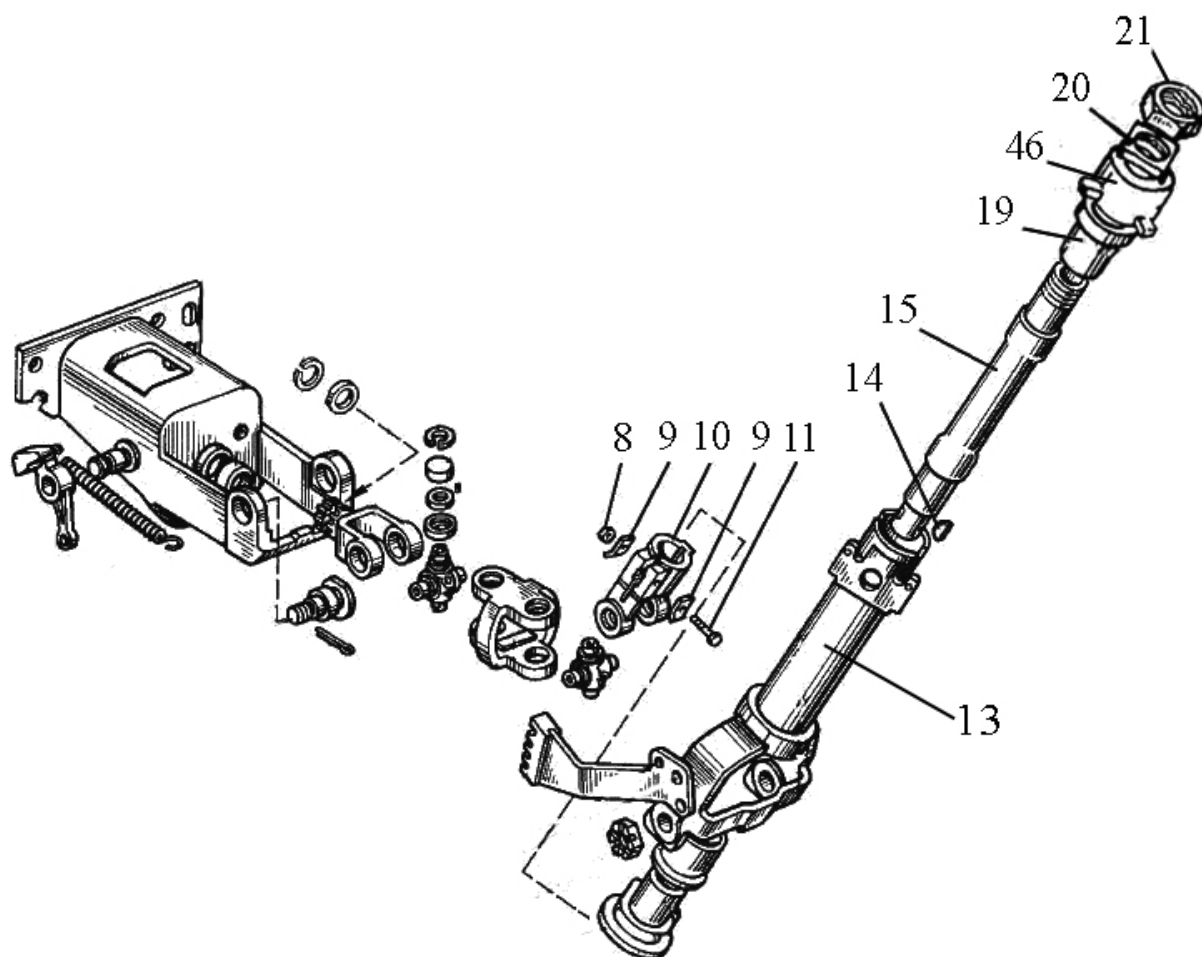

Рисунок 6.14
9) установите втулку (19) в амортизатор (18) с нижней стороны трубы (13) до упора;
10) смажьте внутреннюю поверхность втулки (19) смазкой «Литол-24»;
11) нанесите на торец шайбы (32) смазку «Литол-24» и прижмите рукой к торцу втулки (19);
12) придерживая снизу трубы (13) втулку (19) с амортизатором (18) и шайбу (32), вставьте сверху вал (15) в трубу (13);
13) установите сегментную шпонку (14), **(рисунок 6.14)**, размером 5x10 мм в шпоночный паз вала (15) и вставьте хвостовик вала в вилку (10) карданного соединения так, чтобы шпонка вошла в шпоночный паз вилки (10);
14) совместите прорезь вала (13) с отверстием в вилке (10);
15) установите болт (11) с отгибной шайбой (9), и гайку (8) со второй шайбой (9);
16) затяните гайку (8) и законтрите болт и гайку отгибными шайбами;